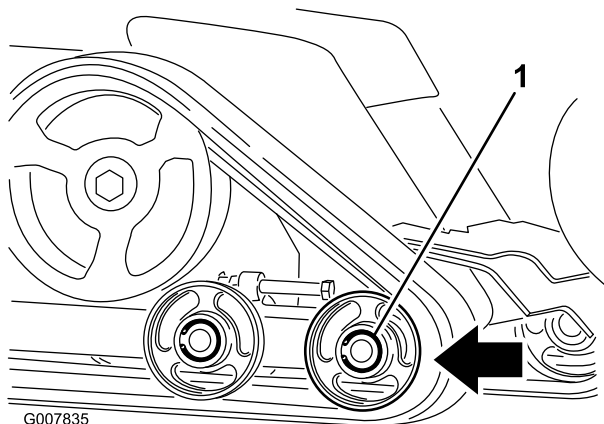

Figure 49
6. Poussez le galet de roulement avant vers l'arrière aussi loin que possible (Figure 49).
8. Lorsque la chenille est déchaussée, déposez-la de la machine (Figure 49).
9. Pour installer la chenille neuve, commencez par l'enrouler autour du pignon d'entraînement, en veillant à ce que les crampons s'engagent correctement entre les entretoises du pignon (Figure 49).
10. Poussez la chenille sous et entre les galets de roulement arrière et central (Figure 49).